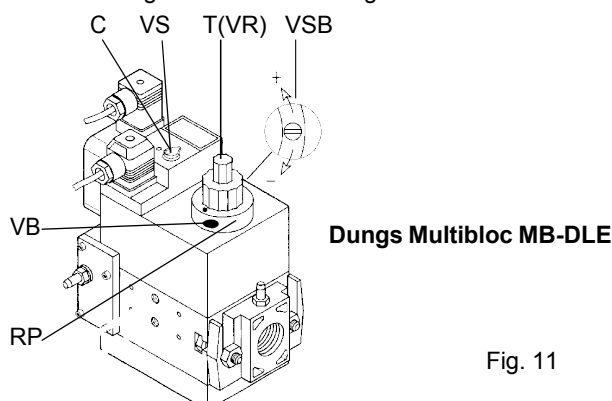

Fig. 11
- 1 Avant de démarrer le brûleur, régler l'ouverture lente de la vanne MB-DLE Dungs : pour un réglage lent, Retirer le capuchon T (voir Fig. 11), le retourner et l'insérer sur l'axe VR avec la rainure spéciale sur la partie supérieure. Visser la capacité d'allumage diminue, dévisser la capacité d'allumage augmente. Ne pas régler la vis VR à l'aide d'un tournevis.